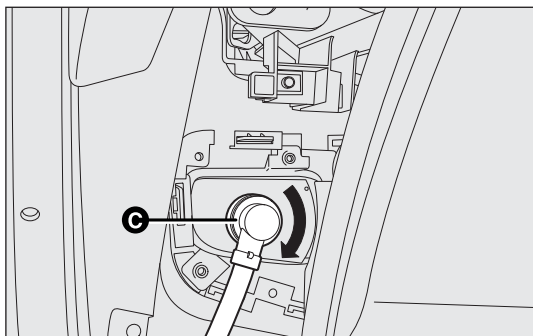

fig. 164
- retirer le capot de protection C-fig. 164 en tournant dans le sens contraire des aiguilles d'une montre ;
- remonter le couvercle/la douille C-fig. 164 en le tournant dans les sens des aiguilles d'une montre en s'assurant du blocage correct ;